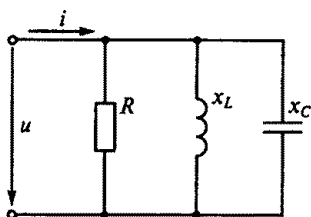

Рис. 104
3.60. Каким будет мгновенное значение тока i в неразветвленной части цепи, показанной на рис. 104, если приложенное напряжение $u = 141 \sin \omega t$, а $r = x_L = x_C = 10$ Ом?